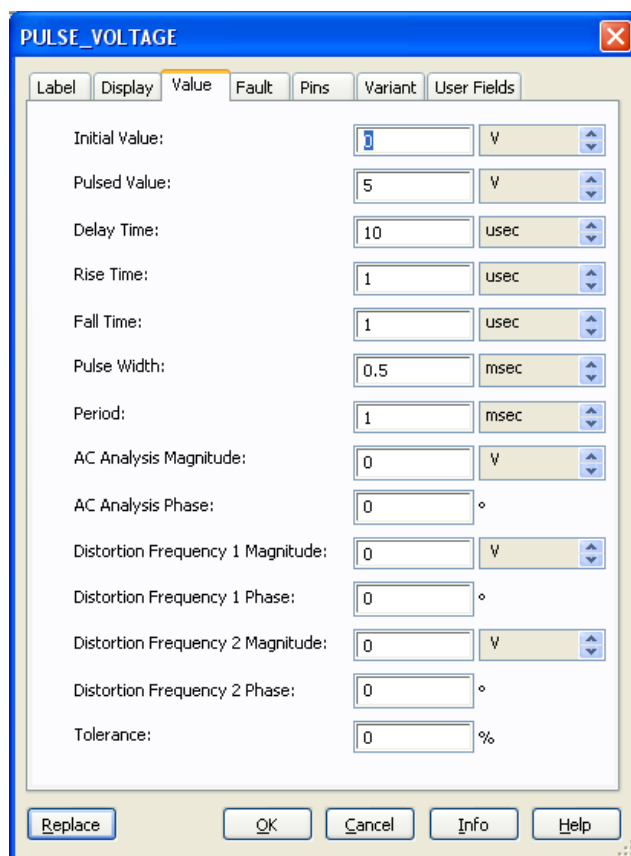

Рис. 8.2.3
- 1.4. Включить на входе источник прямоугольных импульсов (Компонент PULSE_VOLTAGE из Group: Sources, Family: SIGNAL_VOLTAGE_SOURCES). Установить параметры источника: (рис. 8.2.3). Установить атрибут источника: Pulsed Value = E_c